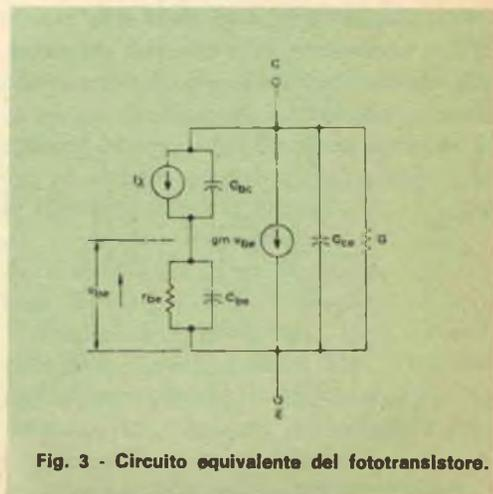

Fig. 3 - Circuito equivalente del fototransistore.
**Costruzione** - L'uso di un circuito stampato per la costruzione del calibratore consente un montaggio compatto. Nella *fig. 3* sono riportati il disegno in grandezza naturale del circuito stampato ed una fotografia nella quale si vede la disposizione dei componenti. Si noti come questa di-
Fig. 3 - Circuito stampato in grandezza naturale (sopra) e disposizione dei componenti (a lato). Al posto del circuito stampato si può usare pure una basetta perforata.
tato dal circuito equivalente mostrato nella fig. 3. In questo circuito, la corrente  $I_\lambda$  rappresenta la fotocorrente ed è circa data da:
Come un elemento a tre piedini, vale ancora il circuito equivalente della fig. 3, salvo l'introduzione di una resistenza,  $r_b$ , collegata da un lato al punto comune di  $C_{bc}$  e  $C_{be}$ , e dall'altro lato al terminale della base. Come abbiamo detto prima, i fototransistori a tre piedini sono meno usati. La disponibilità della base ha però il vantaggio di stabilizzare il funzionamento, nel caso di grosse escursioni di temperatura.